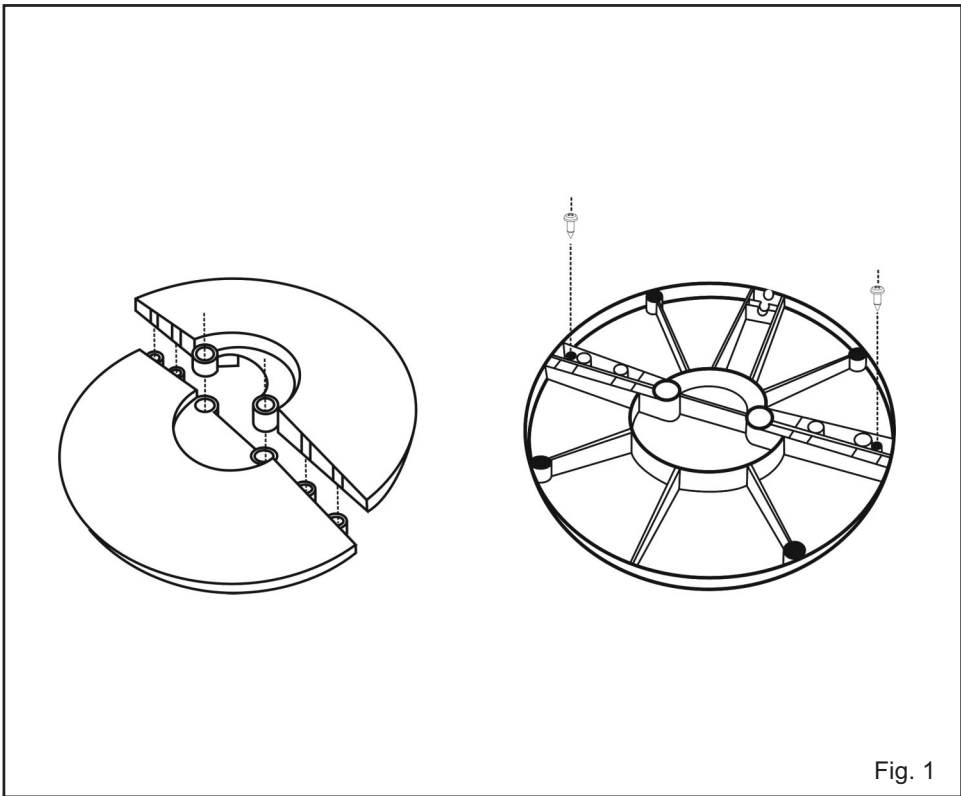

Fig. 1
1. Pase el cable de alimentación entre las dos mitades de la base pie y a continuación proceda al ensamblado. Seguidamente asegure su unión mediante los dos tornillos adjuntos para esta función. (Fig.1)
1. Run the power cable between the two halves of the base and then start to assemble the appliance. Join the two halves together using the two screws supplied for this. (Fig.1)